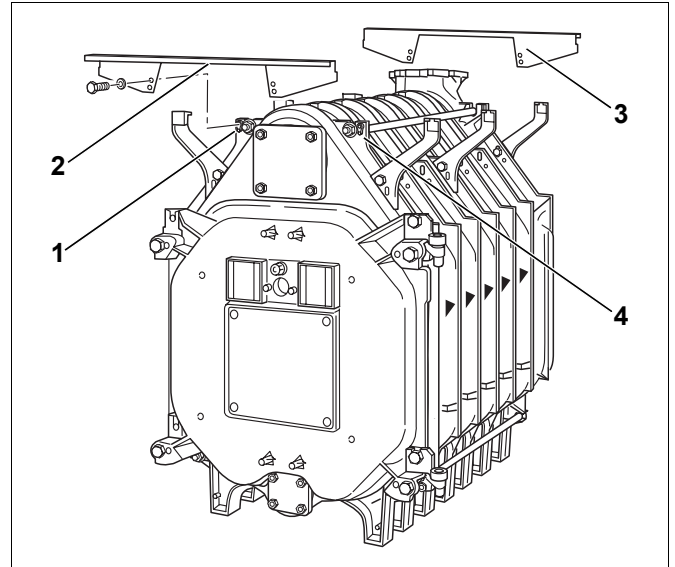

Fig. 37 Montaggio delle traverse trasversali
- ▶ Disporre la traversa trasversale superiore nella parte anteriore (fig. 37, [2]) della camma in ghisa (fig. 37, [1] e [4]) e avvitarela con forza con viti ad esagono cavo (M8 × 16). La piegatura della traversa anteriore deve essere rivolta in avanti.
- ▶ Disporre la traversa superiore sulla parte posteriore (fig. 37, [3]) della camma in ghisa e avvitarela con forza con viti ad esagono cavo (M8 × 16). La piegatura della traversa posteriore deve essere rivolta verso la parte posteriore.